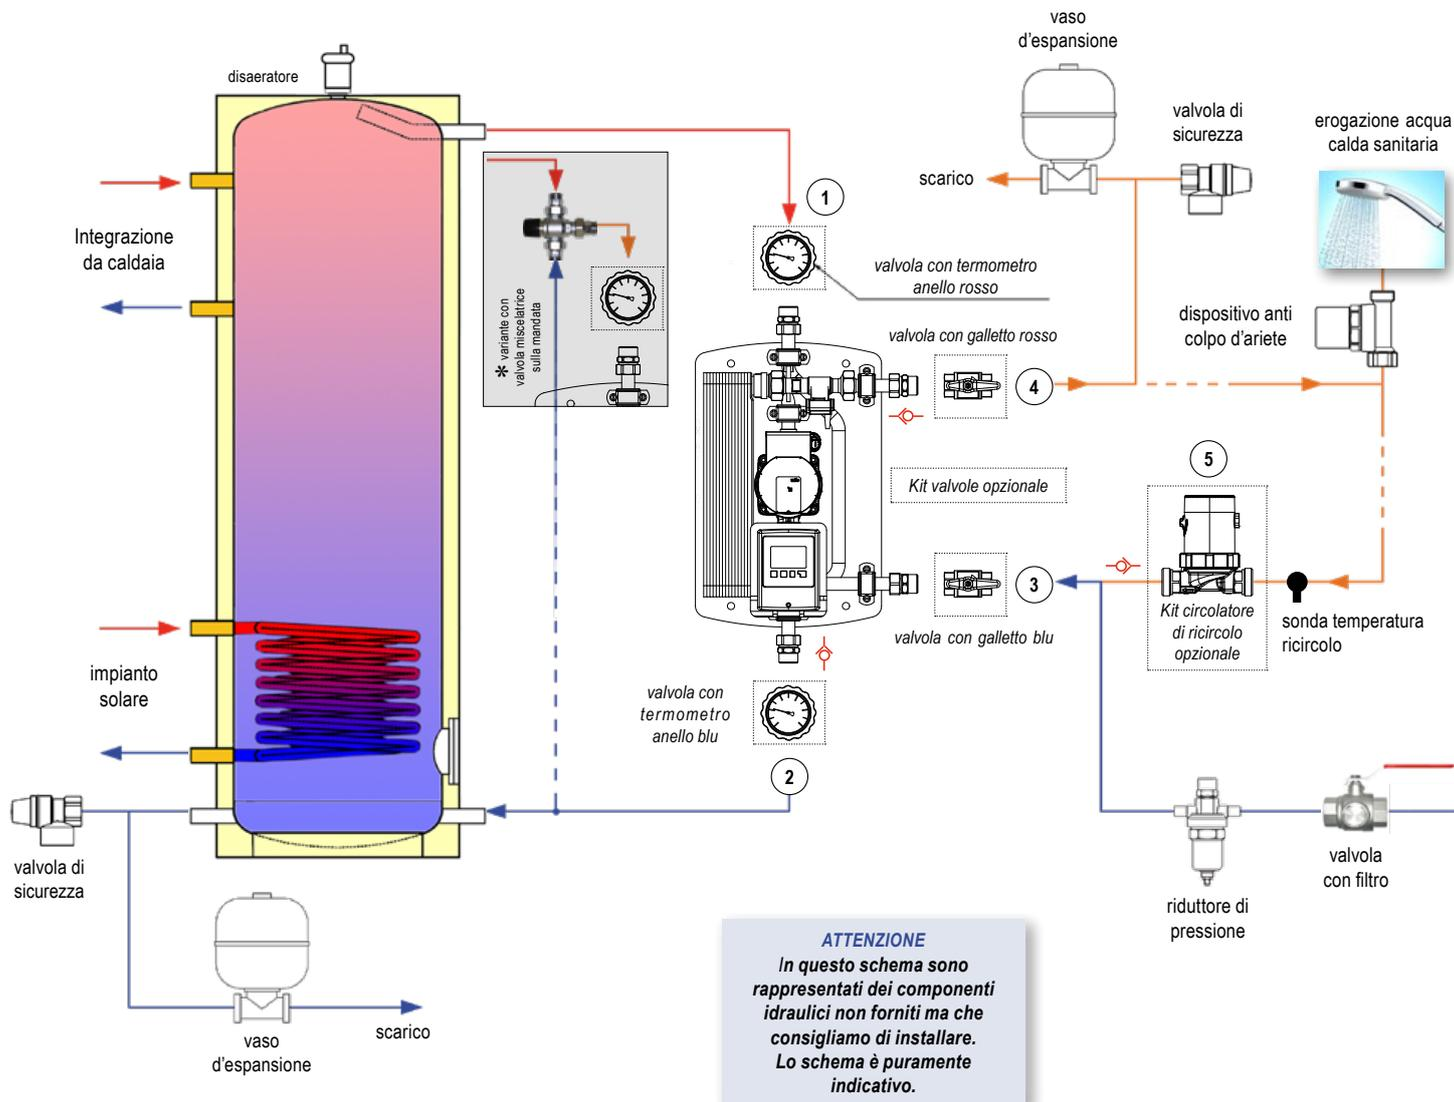

Figura 1: Schematizzazione di un impianto ACS gestito tramite ModvFresh 2
- ✓ Montare il kit valvole (opzionale) secondo quanto rappresentato in *Figura 1*;
- ✓ Se presente il kit di ricircolo (opzionale) installare il circolatore e posizionare la sonda temperatura ricircolo secondo quanto rappresentato in *Figura 1*;
La temperatura nel puffer deve essere almeno di 5 K superiore a quella sanitaria desiderata. Differenziali di temperatura superiori consentono di prolungare il tempo di spillamento. In presenza di acque dure consigliamo di non superare comunque la temperatura di 70°C (mandata dal puffer) per evitare fenomeni di deposito calcareo nel lato secondario dello scambiatore a piastre; eventualmente inserire un miscelatore termostatico (Figura 1).